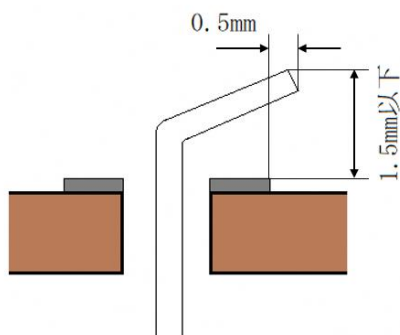

図11 リード線の折り曲げ
⑤炭素皮膜抵抗器のリード線は、ランドにほぼ密着させて折り曲げ、図11に示すように切断すること。リード線の曲げ方向は規定しない。